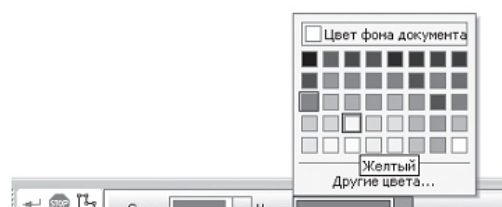

Рис. 6.2.
– на панелі **Властивостей** клацніть ЛКМ на полі **Колір**. На екрані буде виведено діалог вибору кольору. Виберіть клацанням ЛКМ необхідний колір (наприклад, жовтий) – рис. 6.2;